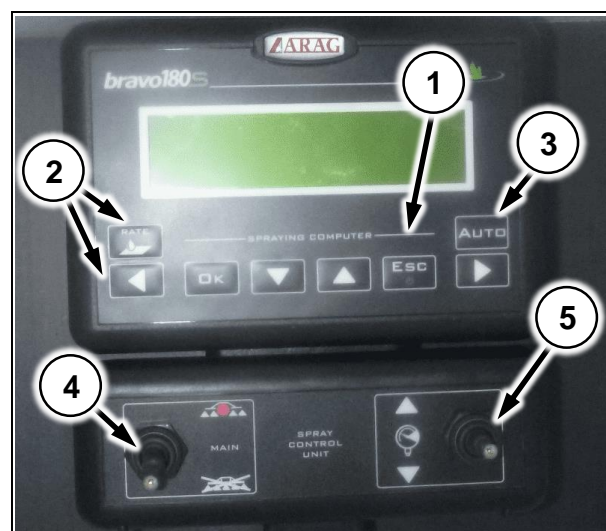

Рис. 48
- (Рис. 48/1) – Клавиша включения питания
- (Рис. 48/2) – Клавиши управления
- (Рис. 48/3) – Клавиша переключения режима работы ручной/автоматический
- (Рис. 48/4) – Тумблер включения опрыскивания
- (Рис. 48/5) – Тумблер управления расходом жидкости